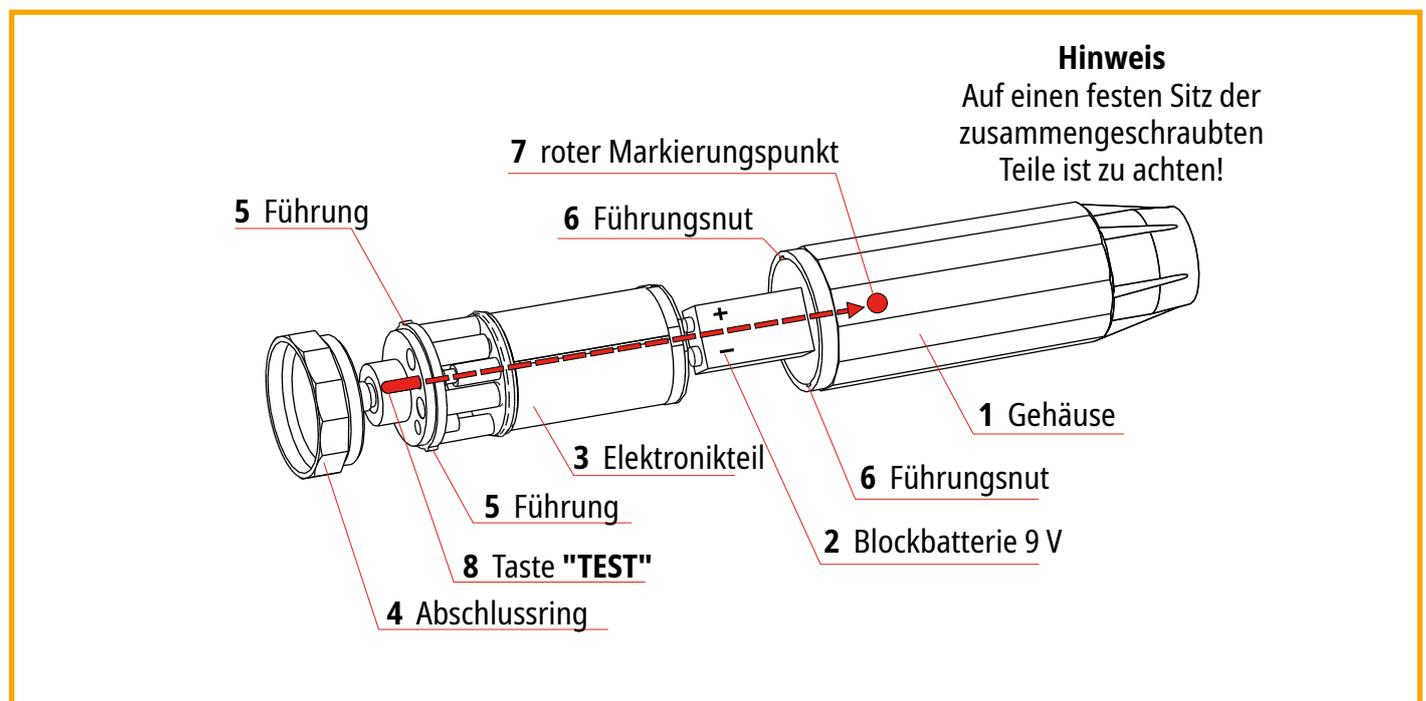

Bild 12
Es ist eine neue Batterie einzusetzen (siehe Bild 12 und Tabelle 2, sowie Pkt. 9 auf Seite 17). Anschließend ist die Funktionskontrolle zu wiederholen. Erfolgen auch dann nicht die oben beschriebenen Anzeigen, ist der Spannungsprüfer **PHE3...** sofort ohne weiteren Eingriff der Benutzung zu entziehen und zur Reparatur an **DEHN** zu senden
(siehe Bild 12)
Der Zusammenbau erfolgt in umgekehrter Reihenfolge. Beim Einschieben des Elektronikteils **(3)** ist darauf zu achten, dass die rote Taste **"TEST" (8)** und der rote Markierungspunkt **(7)** übereinstimmen (siehe Pfeil in Bild 12). Die beiden Führungen **(5)** müssen in die Führungsnuten **(6)** eingreifen. Nach dem Einschieben des Elektronikteils **(3)** ist der Abschlussring **(4)** vollständig mit dem Gehäuse **(1)** zu verschrauben (siehe Bild 12, Seite 17).
Durch den Zusammenbau von Elektronikteil und Gehäuse wird die elektrische Verbindung zwischen Elektronik und Prüfspitze wieder hergestellt (siehe Bild 12, Seite 17; Anschlussbuchse oben im Elektronikteil und Kontaktstift am Gehäuseboden). Der Zusammenbau muss deshalb mit entsprechender Sorgfalt und ohne Gewaltanwendung erfolgen.